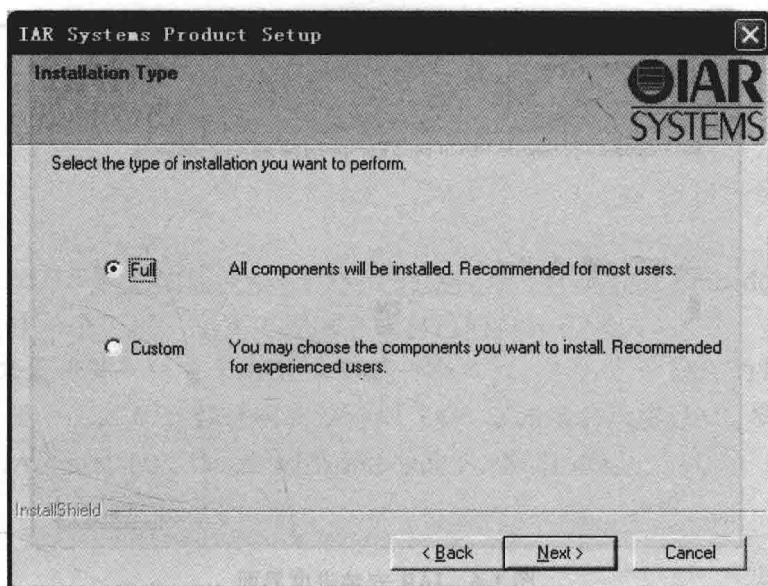

图 1-4 IAR 安装类型选择界面
(6) 单击 Next 按钮，出现如图 1-4 所示的界面，选择完全安装，而不是自定义安装。